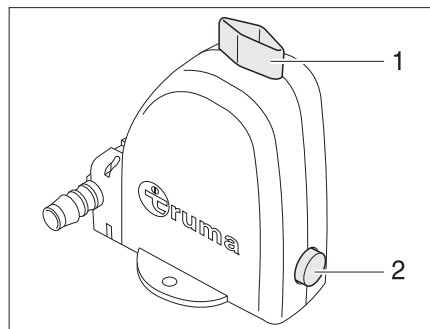

Bild 107 Sicherheits-/Ablassventil des Boilers
Der Boiler ist mit einem Sicherheits-/Ablassventil (Bild 107) ausgestattet. Das Sicherheits-/Ablassventil verhindert, dass das Wasser im Boiler einfriert, wenn bei Frost die Heizung nicht eingeschaltet ist. Das Sicherheits-/Ablassventil ist heizungsnah verbaut.
- Sicherheits-/Ablassventil schließen. Dazu den Drehknopf (Bild 107,1) quer zum Sicherheits-/Ablassventil drehen und den Druckknopf (Bild 107,2) hineindrücken.
- Sicherheits-/Ablassventil öffnen. Dazu den Drehknopf (Bild 107,1) längs zum Sicherheits-/Ablassventil drehen. Der Druckknopf (Bild 107,2) springt heraus. Der Boiler wird über das Sicherheits-/Ablassventil nach außen entleert.